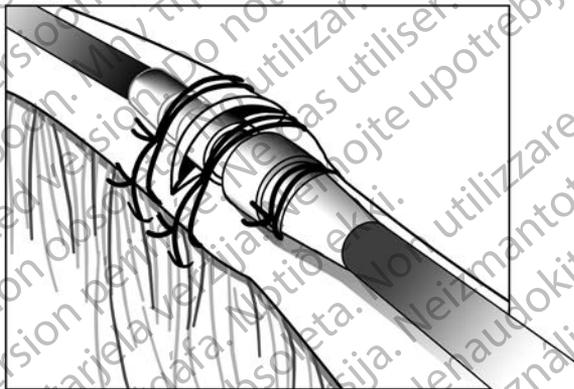

Abbildung 14. Beispiel einer Nahtmanschette, Implantation über eine Vene
3. Verwenden Sie dieselbe Rille, um die Elektrode und die Vene an der benachbarten Faszie (Abbildung 14 Beispiel einer Nahtmanschette, Implantation über eine Vene auf Seite 37) zu fixieren.